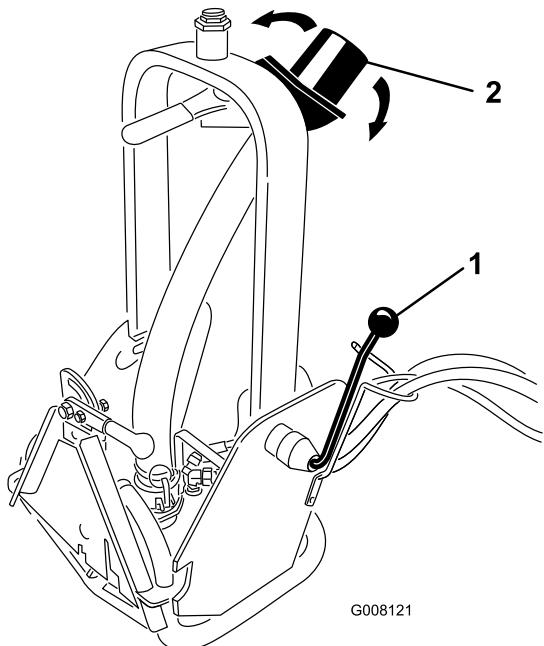

Figura 6
O bocal de descarga (Figura 6) pode ser ajustado para cima e para baixo ou de um lado para o outro para direcionar o fluxo para a localização pretendida.
- Rode o manípulo de bloqueio (Figura 6) para desbloquear a coluna de articulação.